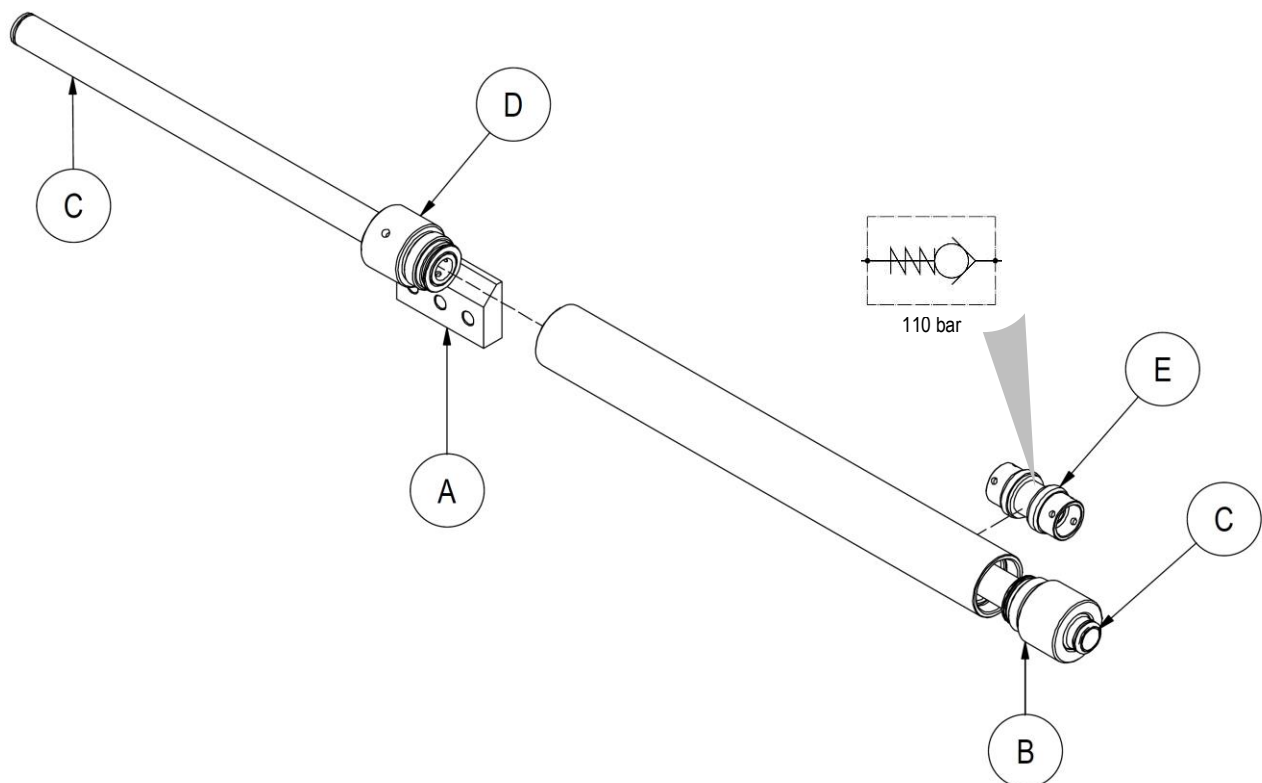

Figura 29
1. Bloccare in una morsa il piattino **A** (vedi *Figura 29*).
2. Con una chiave a settori 35-50 svitare il tappo **B**. Per rimuovere il tappo dallo stelo sfilarlo dall'estremità **C** (vedi *Figura 29*).
3. Bloccare in una morsa con ganasce morbide (prestando attenzione a non deformare la camicia) il cilindro e con l'ausilio di una chiave a settore 35-50 svitare il tappo **D**. In caso di difficoltà, utilizzare un martello gommato sul piattino **A** (vedi *Figura 29*).
4. Per rimuovere la valvola interna **E** utilizzare un semplice stelo per spingerla fuori. Prestare attenzione alla direzione della valvola per il successivo rimontaggio (vedi *Figura 29*).
Per la sostituzione delle guarnizioni interne dei tappi (guarnizione di tenuta stelo ed anello raschiatore), prestare attenzione a non rovinare la sede di inserimento. Utilizzare un cacciavite a testa piatta operando dalla parte esterna (vicino all'estremità C, vedi Figura 29).
1. Prendere come riferimento la *Figura 29*.